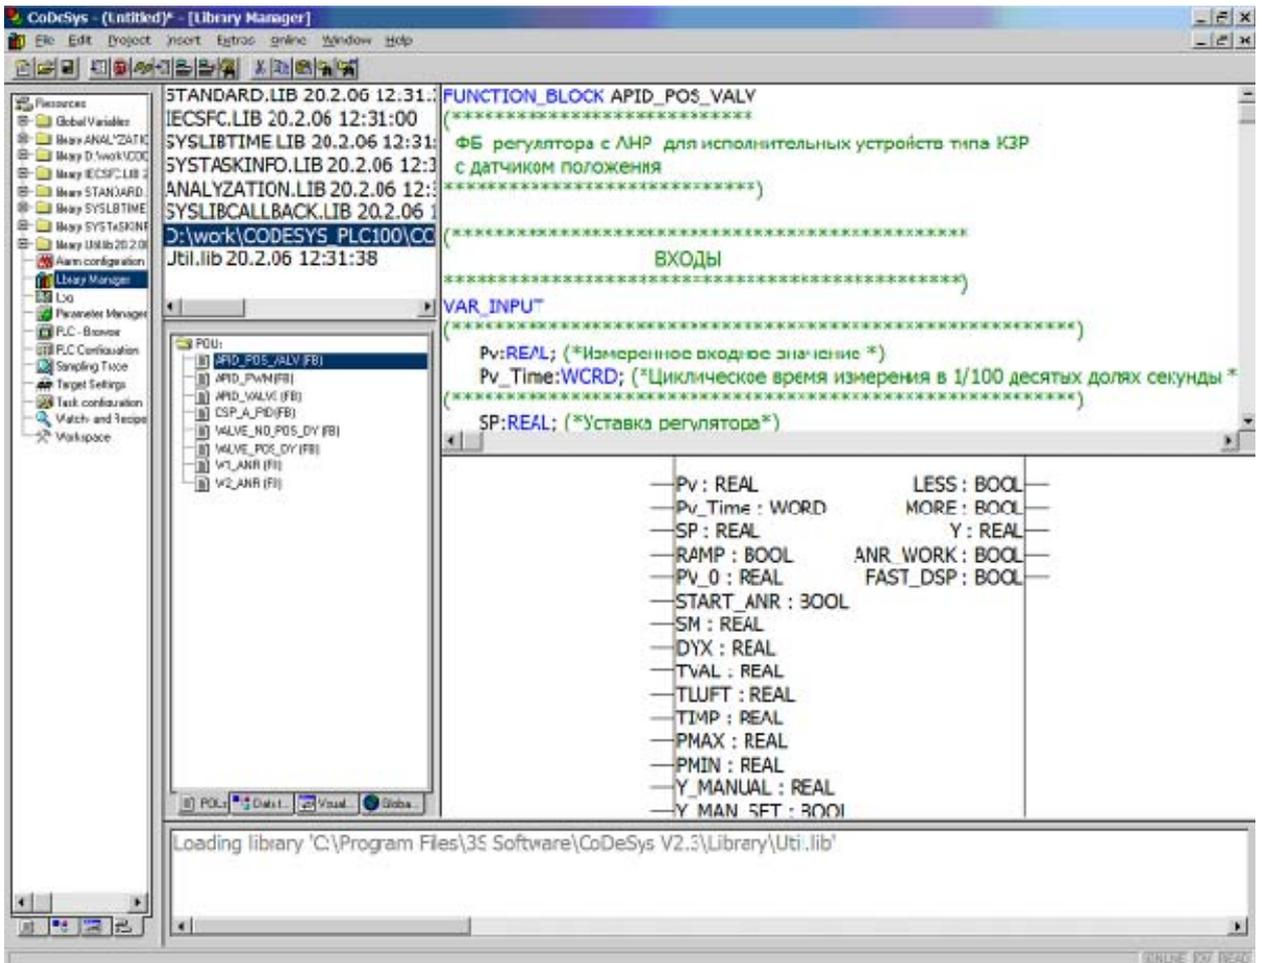

Рис. 3.10. Окно установки функционального блока в сеть 0002
5. Выберите функциональный блок из библиотеки PID\_Reg2 (рис. 3.10) аналогично описанию в п.5 в Примере 1. ФБ установите в сеть 0002. Для данной системы следует выбрать функциональный блок APID\_VALVE.